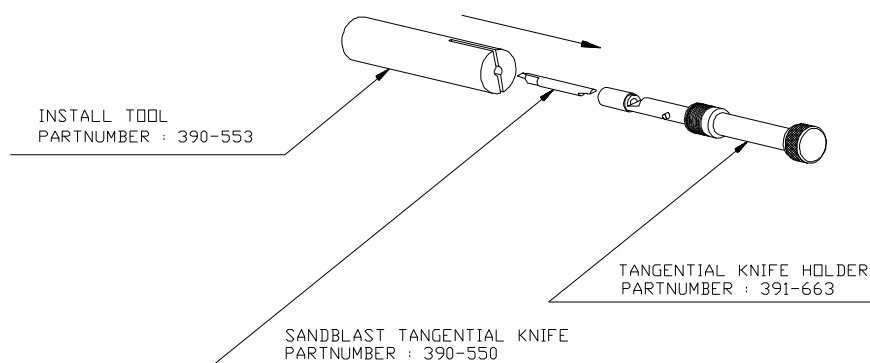

FIGURA 1-9 :
1. Tal y como se muestra en la Figura 1-9, inserte la hoja de la cuchilla en el soporte de la cuchilla. Verifique que la hoja de la cuchilla quede firmemente colocada en el soporte. Esto es así cuando no puede retirarla manualmente del soporte. Para retirar una cuchilla fija cuando haya perdido el filo, empuje la parte posterior de la hoja con un destornillador. La hoja va a salir de su soporte.